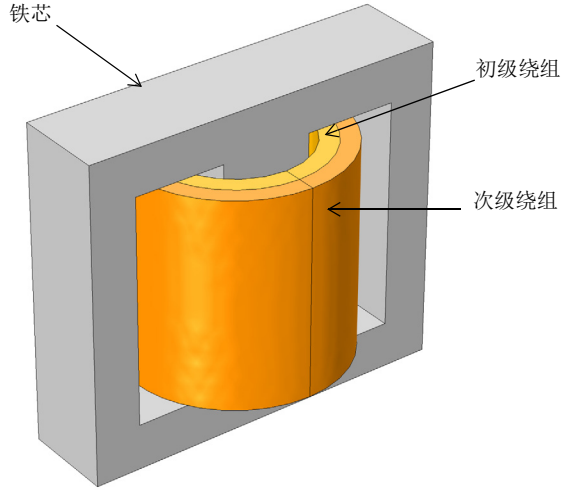

图1: E 磁芯变压器的模型图示。
这里考虑的单相 E 磁芯变压器的铁芯由一对 E 磁芯组成，铁芯形成一个封闭的磁路。变压器中的初级线圈和次级线圈围绕铁芯中央的腿放置，如图 1 中所示。
视图 1
- 1 右键单击**视图 1** 并选择**对物理场隐藏**。